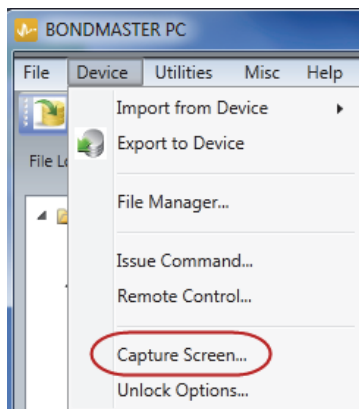

Рис. 6-1 Меню Device (Устройство) BondMaster PC
3. В меню **Device** (Устройство) выберите **Capture Screen** [Экранный снимок] (см. Рис. 6-1 на стр. 124).